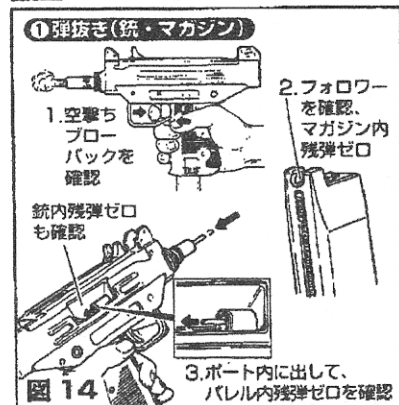

図 14
**①弾抜き(銃・マガジン)** ⇒図14参照
●弾づまり⇒マルゼン製以外の直径の大きいBB弾使用による弾づまりです。先の丸い直径3~4mm(これ以上太いとチャンバーパッキン類を傷める恐れがありますので使用厳禁)・全長180mm程のプラスチック製か木製の棒を用い、7.発射を終える時の処理 の 図14の方法でつまり弾をやさしく取り出してください。